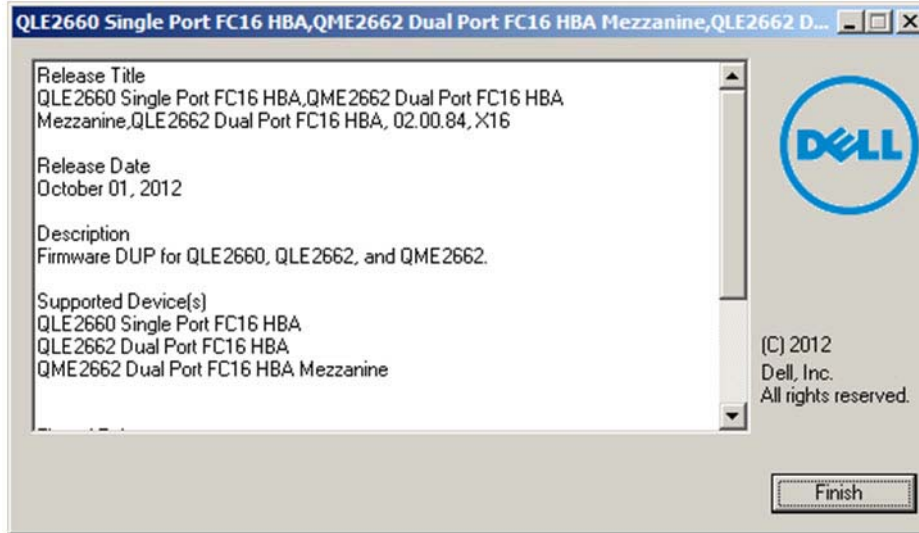

Ilustración 3-5. Finalizar instalación
4. Para completar la instalación, haga clic en **Finish** (Finalizar) (Ilustración 3-5).